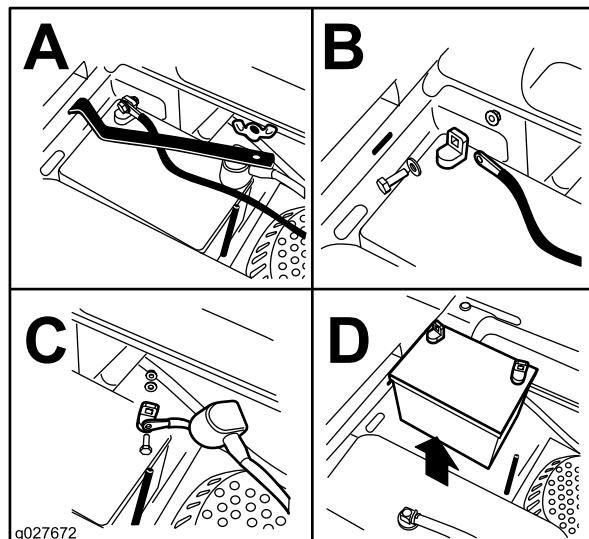

Figura 52
3. Retire a porca de orelhas que prende o grampo da bateria (Figura 52).
4. Retire o grampo (Figura 52).
5. Desligue primeiro o cabo negativo (preto) da bateria do terminal negativo (-) (preto) da bateria (Figura 52).
6. Deslize a tampa do terminal vermelho para fora do terminal positivo (vermelho) e remova o cabo positivo (+) (vermelho) da bateria (Figura 52).
1. Posicione a bateria na base com os polos terminais no lado oposto do depósito de combustível (Figura 52).
4. Prenda os cabos com 2 parafusos, 2 anilhas e 2 porcas de bloqueio (Figura 52).
6. Instale o grampo e fixe-o com porca de orelhas (Figura 52).